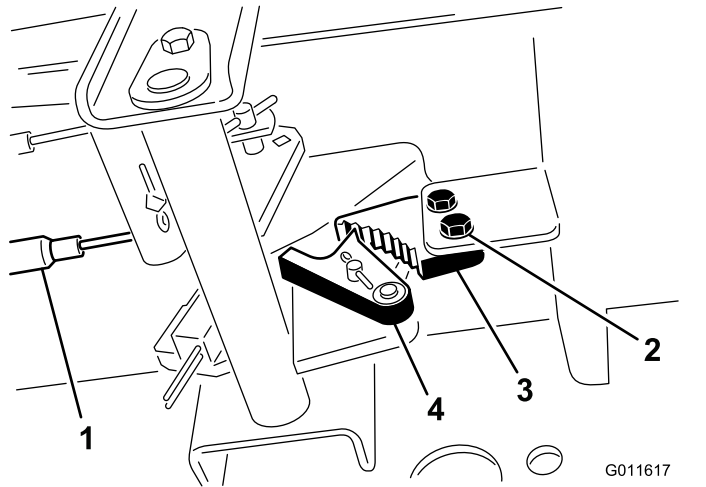

图44
1. 松开将驻车刹车闸固定到机架的 2 个螺钉（图44）。
2. 向前踩驻车刹车踏板，直到刹车卡槽完全接合刹车闸（图44）。